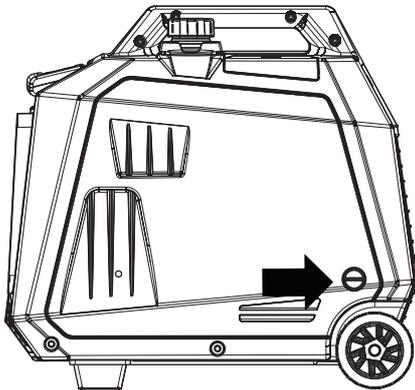

Figure 1: Panneau d'entretien du moteur
1. Desserrez le bouton du couvercle extérieur droit et retirez le couvercle extérieur droit (voir Figure 1).